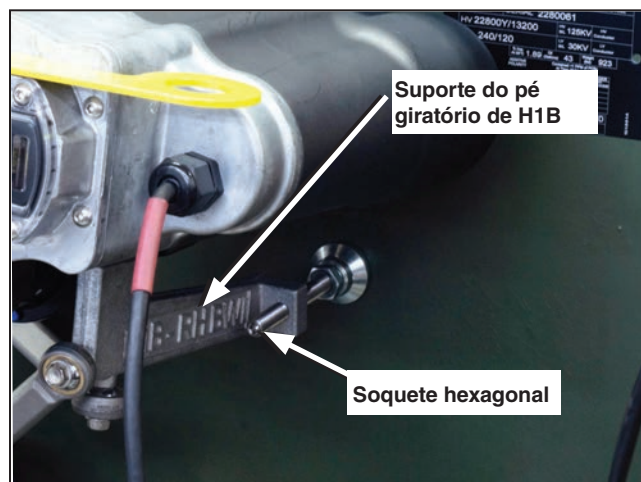

Figura 23. Soquete hexagonal na ponta superior do pé giratório do interruptor para bucha tipo poço H1B.
**PASSO 1.** O soquete hexagonal na ponta superior do pé giratório é preparado para acionamento com uma chave Allen. O pé giratório deve ser inicialmente girado até um ponto equivalente a um “aperto manual” contra a parede do transformador. Ver Figura 23.